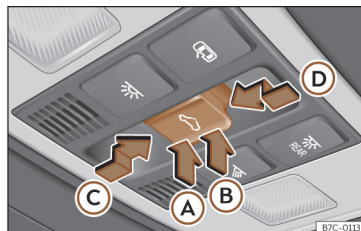

Fig. 84 No revestimento interior do teto: botão do teto de vidro.
O botão Fig. 84 tem dois níveis. No primeiro nível pode colocar-se o teto na posição defletora, abrir ou fechar total ou parcialmente.
A função antientalamento pode reduzir o risco de que se produzam contusões ao fechar o teto de vidro e a cortina para o sol >>> **Fig. 84** (seta). Se o teto de vidro ou a cortina para o sol encontrar resistência ou algum obstáculo ao fechar-se, volta a abrir-se imediatamente.
- **Teto de vidro:** Antes que decorram aproximadamente 5 segundos desde a ativação da função antientalamento, pressione o botão <>>> **Fig. 84** até ao segundo nível no sentido da seta >>> **Fig. 84** (D) até que o teto se feche completamente.